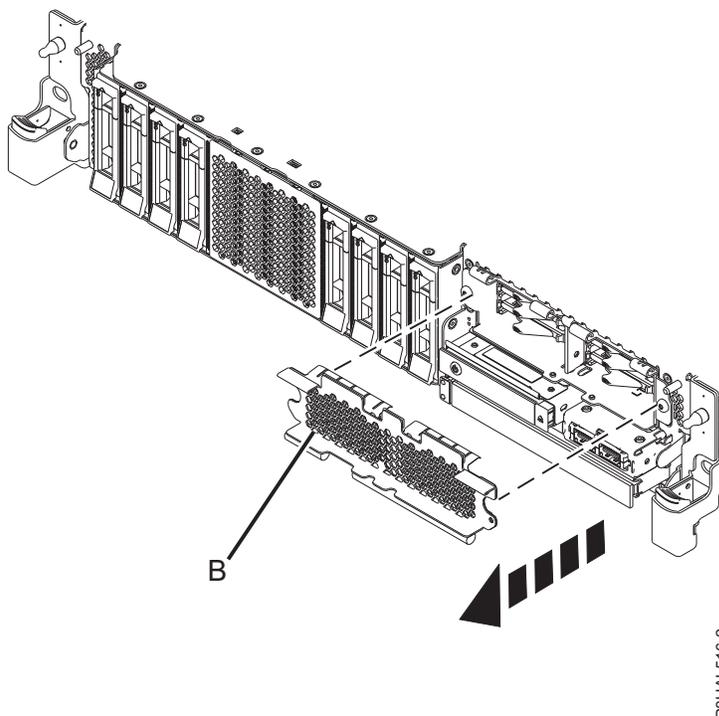

Abbildung 7. SSD-Gehäuseabdeckung für den Zugriff auf die SSD-Steckplätze in einem System mit erweiterten Funktionen abheben
3. Um auf die SSD-Steckplätze zuzugreifen, heben Sie die perforierte Platte (B) ab, die das SSD-Gehäuse abdeckt, wie in Abb. 7 dargestellt.